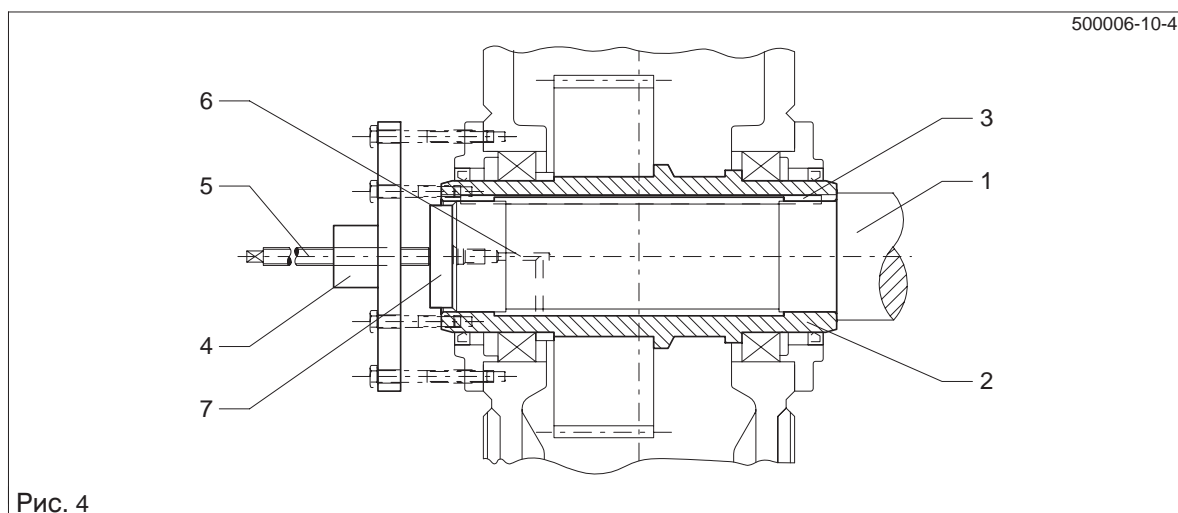
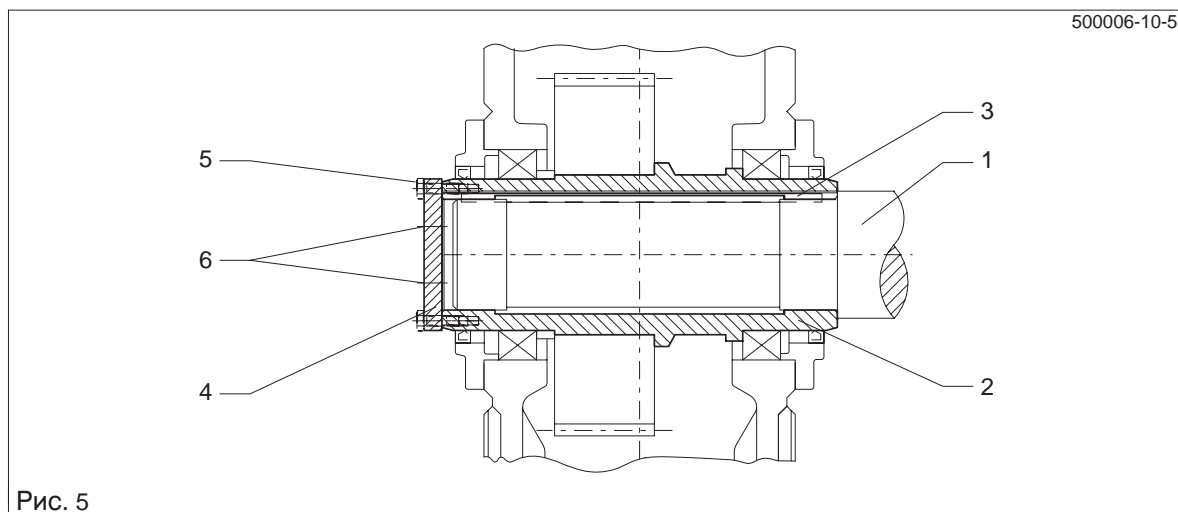

Рис. 4
Рис. 5
- При образовании ржавчины на посадочных плоскостях для облегчения снятия передачи насосом закачать под давлением растворитель ржавчины в пустое пространство сверленного отверстия, чтобы он попал на посадочное место. Подача растворителя ржавчины осуществляется через сверленные отверстия в машинном валу (см. рис. 4) или в концевом диске (см. рис. 5).
- Отжатие передачи от машинного вала может быть выполнено по возможности на месте при помощи отжимного винта на концевом диске (см. рис. 5), центральным ходовым винтом или, предпочтительнее всего, гидравлическим агрегатом Лукаса.
- После достаточного действия растворителя снять передачу при помощи устройства согласно рис. 4 или рис. 5.
Если при этом, как показано на рис. 4, опора не только на полый вал, но и имеется дополнительное объединение с кожухом, силы отжима не должны превышать значений, приведенных в приведенной ниже таблице.